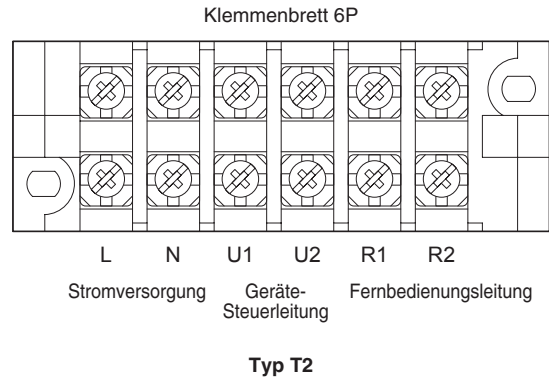

Abb. 4-2
- (1) Bezüglich Erläuterungen zu "B", "C", "D" und "E" im obigen Plan siehe Kapitel 4-2. "Empfohlene Kabellänge und Kabelquerschnitt für das Stromversorgungssystem".
- (2) Das grundlegende Anschlussdiagramm des Innengeräts zeigt typische Klemmenbretter; weshalb die Klemmenbretter in Ihrem Gerät sich von dieser Abbildung unterscheiden können. (Abb. 4-2)
- (3) Die Adresse für den Kühlmittelkreislauf (R.C.) muss vor dem Einschalten der Stromversorgung eingegeben werden.
- (4) Automatische Adresseneingabe kann über die Fernbedienung durchgeführt werden. Siehe mit der Fernbedienung (Sonderausstattung) gelieferte Einbauanleitung.